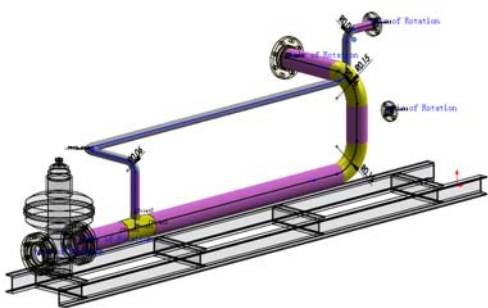

图 18-97 正交线路
⑧ 在属性管理器中的自动步路下，对于交替路径，单击往上和往下箭头，如图 18-96 中所指，直到路径为图 18-97 所示。单击“确定”按钮。在确认角落中单击“草图绘制”按钮退出草图，从 T 形配件到法兰生成正交线路。